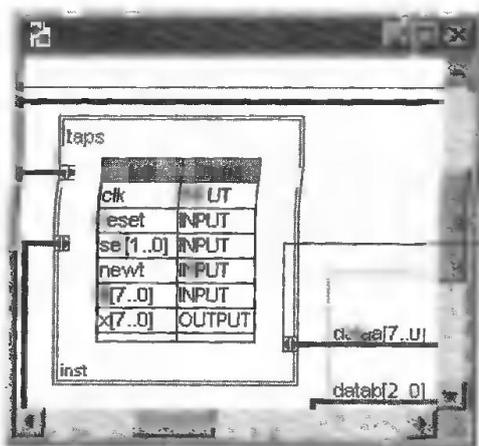
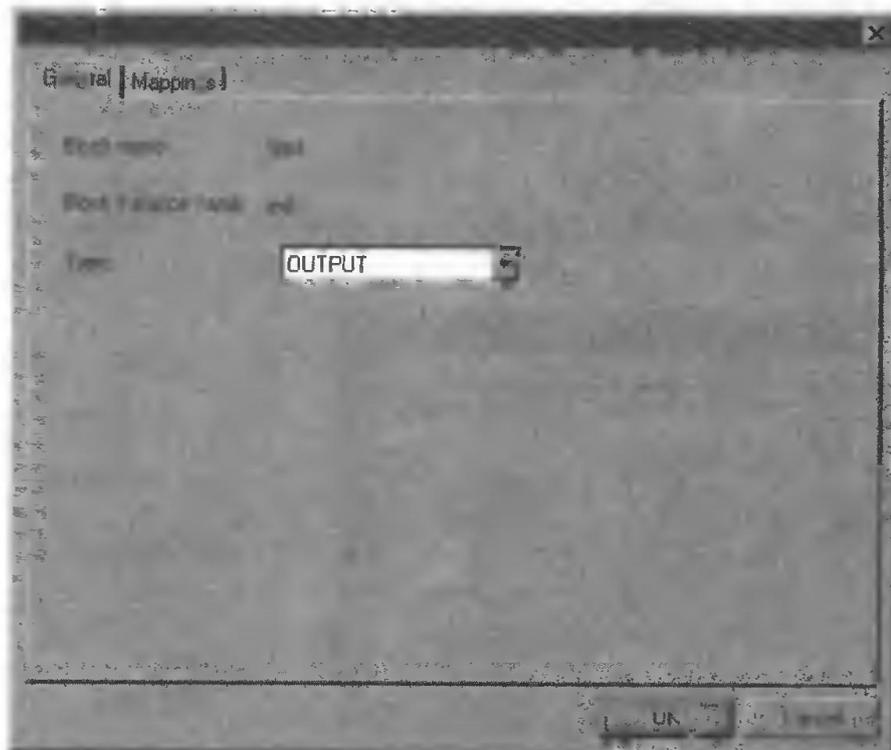

Рис. 3.25
Рис. 3.26
1. На шине, соединяющей блок taps со входом dataa[7..0] функционального элемента mult, дважды щелкните по обозначению mapper (распределитель сигналов) на конце шины блока taps (рис. 3.25) — откроется диалоговое окно **Mapper Properties** (свойства распределителя), показанное на рис. 3.26.
2. Если необходимо — откройте в этом диалоговом окне вкладку **General** (основные) (рис. 3.26).